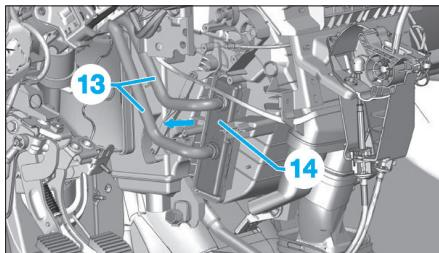

Fig. 22
- Ecartez les tuyaux (13) (Fig.22).
- Déposer l'aérotherme (14).